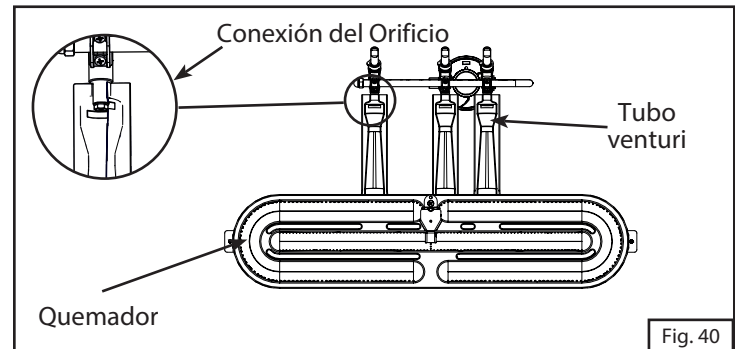
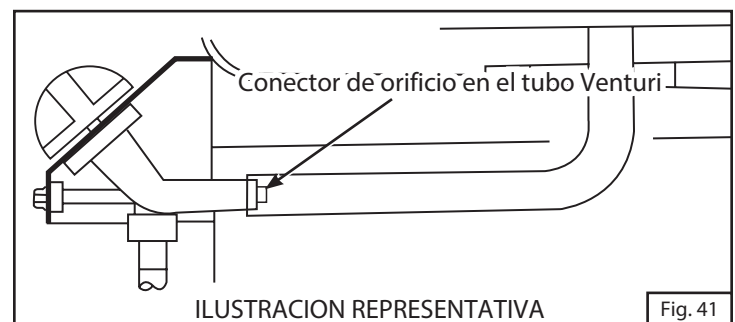

Fig. 40
Fig. 41
6. Asegúrese de que los adaptadores del orificio estén dentro del tubo venturi y luego apriete todos los tornillos autorroscantes. (Fig. 40 y Fig. 41)